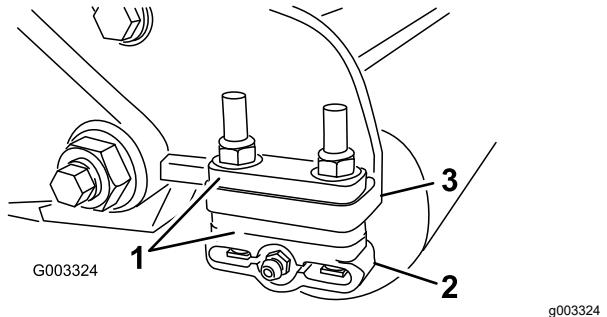

Figure 12
1. Réglez les supports du rouleau arrière (Figure 12) à la plage de hauteur de coupe voulue en plaçant le nombre correct d'entretoises sous la bride de fixation de la plaque latérale (Figure 12) en vous reportant à la section Tableaux de sélection des hauteurs de coupe et des contre-lames \(page 13\).